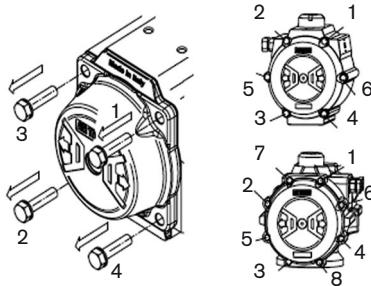

Bild 9: Deckeldemontage
- Die Deckelschrauben (Pos. 13) einsetzen und nach der Reihenfolge anziehen (siehe *Bild 9*).